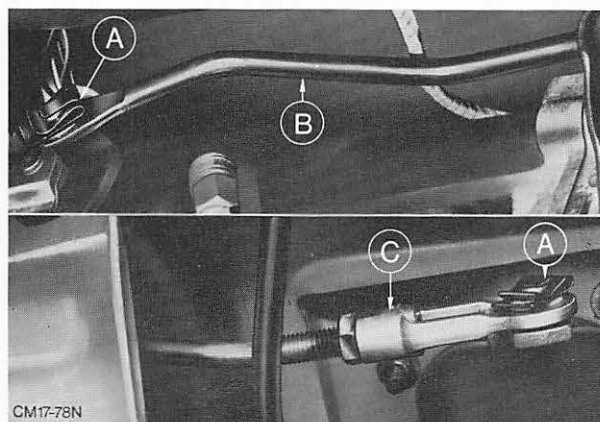

Abb. 128 Schaltstange
1. Sicherungsclipse von der Schaltstange entfernen und Schaltstange aushängen. Abb. 128.